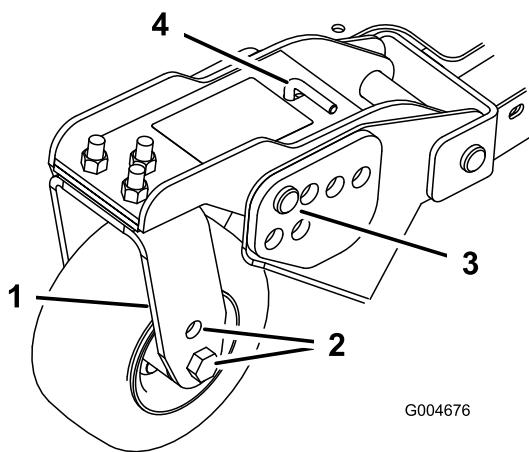
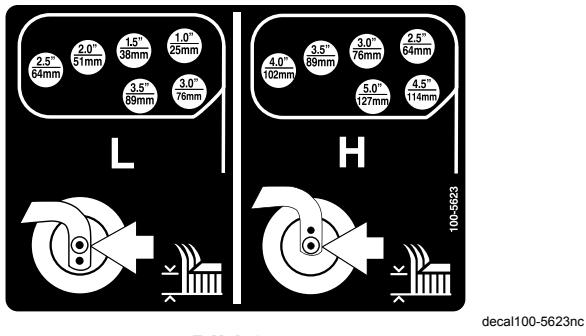

Bild 24
Bild 25
- Stecken Sie die Laufradachsen in allen Laufradgabeln in die gleichen Löcher (Bild 22 und Bild 24). Siehe die nachstehende Tabelle, um das richtige Loch für die jeweilige Einstellung festzustellen.
- Entfernen Sie den Splint und den Lastösenbolzen von den Laufradgelenkkästen (Bild 24).
- Drehen Sie die Spannstange, um den Gelenkarm anzuheben oder abzusenken, bis die Löcher mit den ausgewählten Löchern in der Schnitthöhenhalterung im Mähwerkrahmen ausgerichtet sind (Bild 24 und Bild 25).